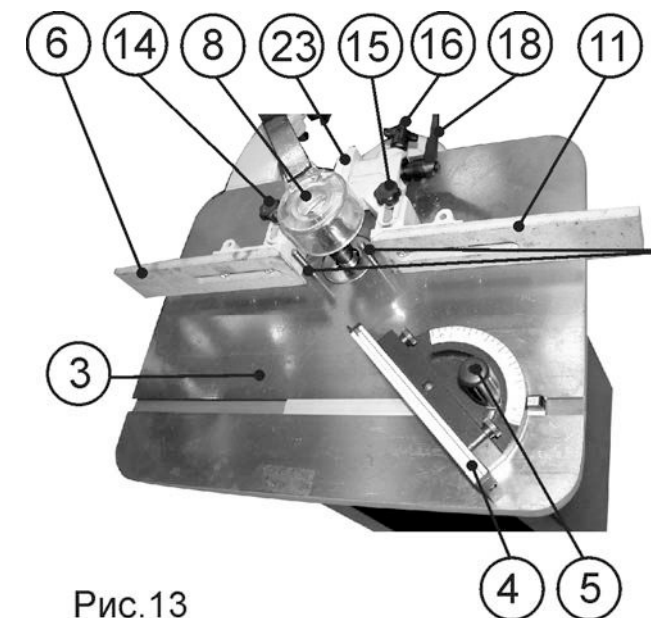

Рис. 13
9.2.5. Фиксированное положение направляющих планок (6 и 11) определяет положение гаек фиксации (14 и 15) соответственно Рис. 13.
9.2.6. Перемещение передней направляющей планки (11) относительно задней направляющей планки (6) производится вращением винта перемещения (16), при не зафиксированном положении гайки фиксации (15) и ручки фиксации (18) Рис. 13.
9.2.7. Перемещение обоих направляющих планок (6 и 11) без смещения относительно друг друга производится непосредственным перемещением стойки (23) при не зафиксированном положении гаек фиксации (14 и 15) и зафиксированном положении ручки фиксации (18) Рис. 13.
10.1.2. При не работающем станке поместить заготовку на рабочий стол (3). Проверить плавность движения и равномерность прилегания заготовки по рабочему столу (3) и направляющей планке (11) Рис. 13.
10.1.3. При выполнении фрезерной операции с применением направляющей скола (4), при не работающем станке проверить равномерность прилегания заготовки к направляющей скола (4) и рабочему столу (3) и плавность движения направляющей скола (4) и заготовки по рабочему столу (3) Рис. 13.
10.3.4. Подавать заготовку с равномерной скоростью. Любая остановка заготовки образует неровность или ступень на обрабатываемой поверхности заготовки. При фрезеровании верхняя часть фрезы находящаяся выше заготовки в целях собственной безопасности должна закрываться защитным колпаком (8) Рис.13.
10.4.2. Для выполнения криволинейного фрезерования используются специальные приспособления – цулаги, упорные кольца и копировальные пальцы (41). При копировании заготовки по имеющемуся образцу или шаблону предусмотрена в рабочем столе (3) установка двух съёмных копировальных пальцев (41). Заготовку кладут на копир – шаблон, который имеет конфигурацию будущей детали, и зажимают. Кромку копира – шаблона обводят по копировальному пальцу (41) Рис.13. Фреза на заготовке повторяет конфигурацию копира – шаблона. Меняя шаблоны и режущий инструмент, можно получить различные изделия. Об изготовлении и методах работы с этими приспособлениями можно получить информацию в соответствующих учебных пособиях о работе с фрезерными деревообрабатывающими станками.